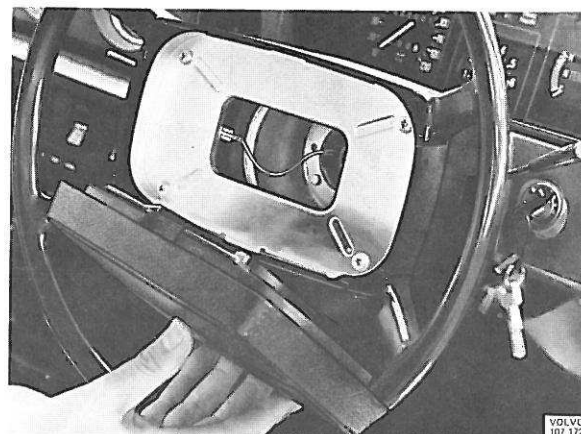

Figure 69. Détails du volant à partir des modèles 1973
1. Démontez le rembourrage de sécurité (5, figure 69).